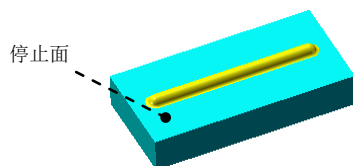

图 14.3.9 成形工具 2
Step7. 创建图 14.3.9 所示的零件特征——成形工具 2。
(1) 选择命令。选择下拉菜单 **插入(I)** → **钣金(B)** →  **成形工具** 命令。
(2) 定义成形工具属性。激活“成形工具”对话框的 **停止面** 区域，选取图 14.3.9 所示的模型表面为成形工具的停止面。